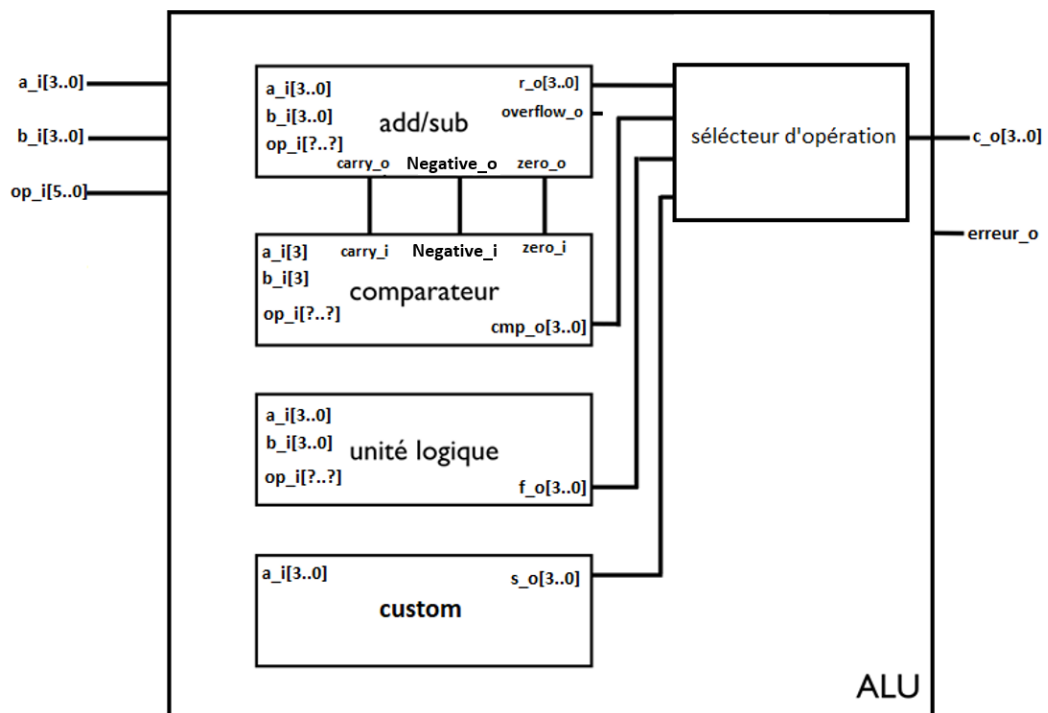

FIGURE 1 – Schéma bloc de l'ALU
**QUESTION 2 :** Reprenez le schéma disponible en Figure 1 et donnez, pour chaque bloc, les bits d'opcode utilisés (l'idée est de répondre aux points d'interrogation dans le schéma). Vos réponses doivent être de la forme "les bits d'opcode du bloc add/sub sont les bits [X:Y]".